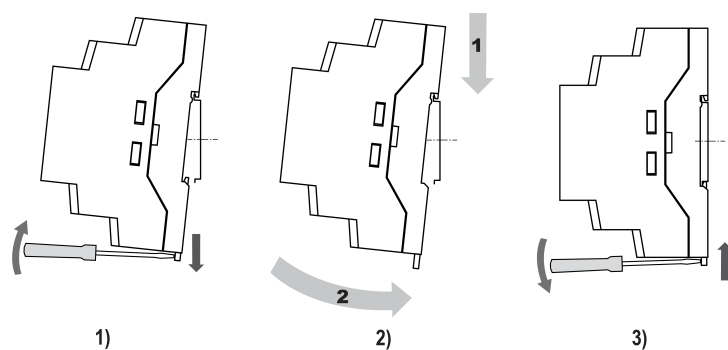

Рисунок 4.10 – Монтаж прибора с креплением на DIN-рейку
2. Вставив отвертку в проушину, оттянуть защелку рисунок 4.10, 1)
3. Установить прибор на DIN-рейку в соответствии с направлением стрелки 1 рисунок 4.10, 2);
4. Прижать прибор к DIN-рейке в направлении, показанном стрелкой 2 (рисунок 4.10, 2). Зафиксировать защелку (см. рисунок 4.10, 3).